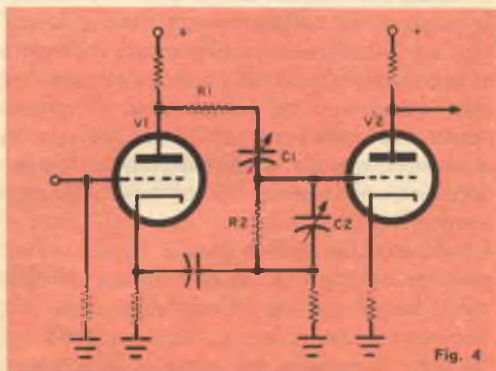

Fig. 4
Fig. 4 - Elementi di un microfono a condensatore. Nelle fotografie si vedono un microfono a condensatore per installazione fissa, con la vista dei suoi componenti interni, ed un microfono portatile a condensatore.
**Microfoni a condensatore** - Il diaframma mobile di un microfono a condensatore è l'armatura di un condensatore variabile costituito da due placche. Quando una data tensione, piuttosto elevata e di valore fisso, viene applicata alle due placche attraverso un resistore collegato in serie ad esse, un movimento del diaframma causerà una variazione della capacità fra le due placche, portando con ciò una variazione della corrente che passa attraverso il resistore (fig. 4). Siccome la variazione di corrente è molto piccola, il valore di resistenza deve essere piuttosto elevato per introdurre una caduta utile di tensione: in altre parole, si viene ad avere un circuito ad alta impedenza suscettibile di captare ronzii e rumori nel caso in cui il microfono debba essere collegato all'amplificatore mediante un cavo schermato di lunghezza considerevole. Per tale motivo normalmente il preamplificatore viene costruito direttamente entro la custodia del microfono ed è realizzato in modo tale da offrire una bassa impedenza di uscita, affinché la lunghezza del cavo non possa più avere alcuna influenza. Nei tempi passati, le dimensioni dei microfoni a condensatore rendevano impossibile il loro uso in applicazioni portatili; recentemente invece le tecniche di miniaturizzazione ne hanno ridotto le dimensioni in modo notevole: oggi si costruiscono microfoni a condensatore più piccoli della maggior parte dei microfoni dinamici, tali che giungono a misurare perfino 2 cm di diametro e 15 cm di lunghezza includendo in essi anche il preamplificatore (naturalmente però l'alimentatore necessario al funzionamento del preamplificatore è posto in una piccola custodia a parte).